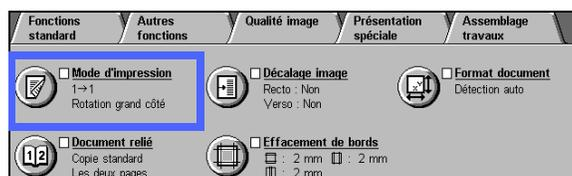

Figure 2 : Fonction Mode d'impression dans l'onglet Autres fonctions
- 1 Dans l'onglet Autres fonctions, localisez la fonction **Mode d'impression** (voir la figure 2).